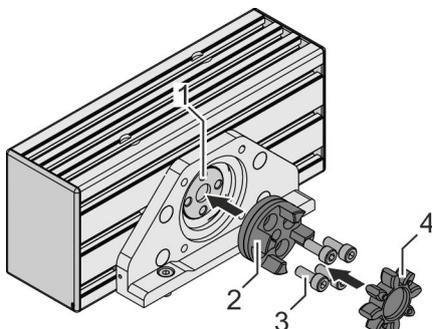

Abb. 31: Schraubnabe montieren
1. ➔ Schraubnabe (Abb. 31/2) der Kupplung auf die Zahnriemenwelle (Abb. 31/1) setzen.
2. ➔ 4 Schrauben (Abb. 31/3) diagonal im Wechsel festziehen.
3. ➤ Zahnkranz (Abb. 31/4) in die Schraubnabe (Abb. 31/2) einsetzen.
*Darauf achten, dass die Klemmnabe (Abb. 35/3) auf der Motorwelle korrekt in die Schraubnabe (Abb. 31/2) auf der Zahnriemenwelle greift.*